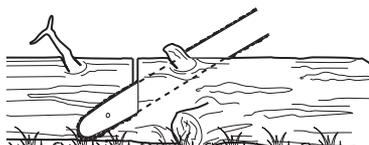

Fig.33
1. Pour une coupe plus facile, respectez les principes de base suivants : Si le tronc est surélevé sur toute sa longueur (Fig. 33), coupez-le par le dessus.